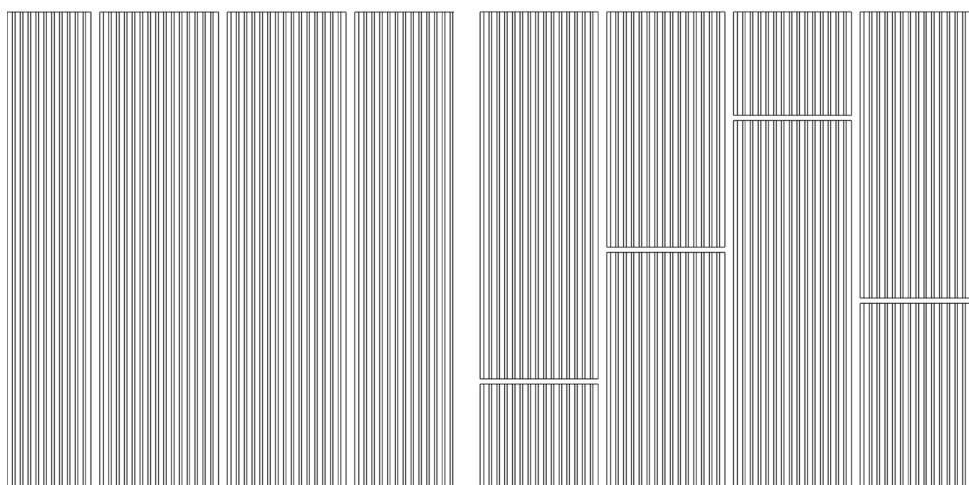

Figure 1. Installation des panneaux HARMONY (alignés ou en quinconce).
- Les panneaux HARMONY installés sur un mur ou au plafond peuvent être positionnés alignés ou en quinconce (**Fig 1**). Une installation au mur ou au plafond exige dans tous les cas un silence de 1/2po entre les bouts des panneaux. Pour l'installation au mur, la ligne visuelle est plus intéressante avec l'adoption d'un silence de 1/2po à l'horizontal. Tenez-en compte lors de la conception et de l'installation.